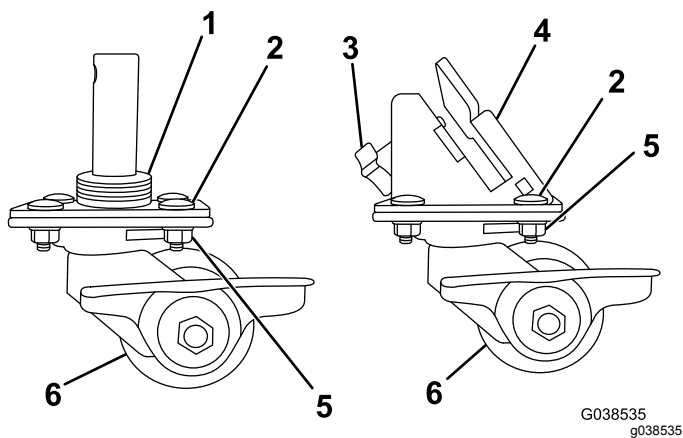

Figure 9
- Montez les roulettes comme montré à la Figure 9.